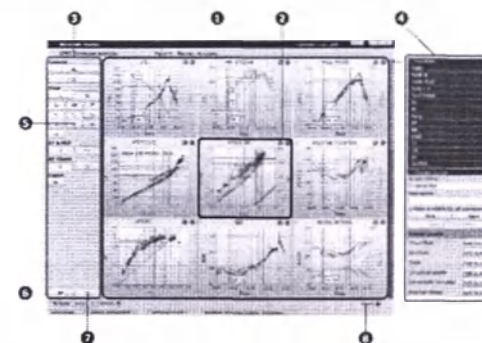

Рис. 68: Модуль рабочего процесса CPET Universal Analysis (Общий анализ CPET)
В данном модуле вы можете выполнить более подробный анализ спироэргометрии: Модуль CPET Universal Analysis (Общий анализ CPET) имеет следующую структуру (➔ рис. 68):
① Экран	Специальный набор экранных субъектов
② Экранный(е) объект(ы)	Отображает данные для заданных переменных во время тестирования и после него; дополнительные свойства (например, Normal Values (Нормальные значения), Exercise Phases (Этапы нагрузки) и т. д.) можно «включить» с помощью панели действий
③ Панель действий	Здесь расположены кнопки для последовательной обработки данных измерений, адаптации и конфигурации экрана
④ Область конфигурации	Открывается по нажатию на небольшую стрелку, содержит список всех переменных, конфигурацию которых можно настроить для тестирования, и используется для изменения/повторного создания экрана и экранных объектов
В качестве стандартного экрана отображается группа из 9 панелей (по Вассерману) (➔ рис. 68). Вы можете выбрать другой вид экрана из списка экранов с настроенной конфигурацией, щелкнув по кнопке выбора ④.